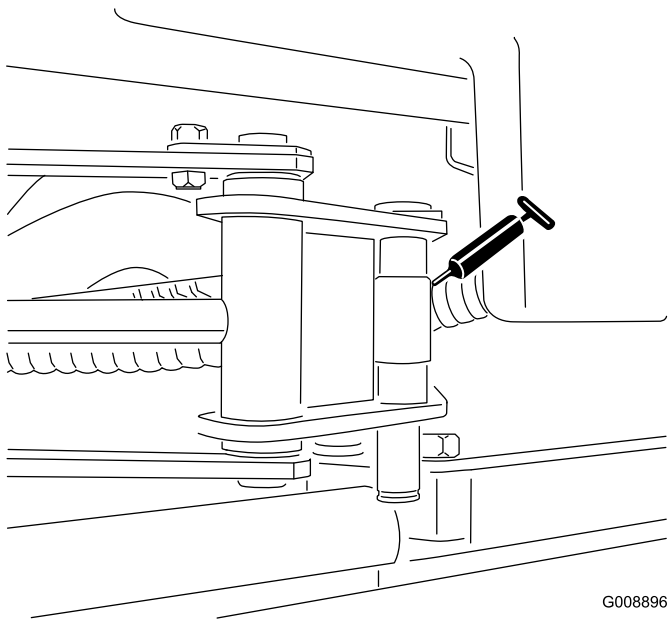

Bild 35
- 2 Ausleger-Zylinderenden (**Bild 35**)